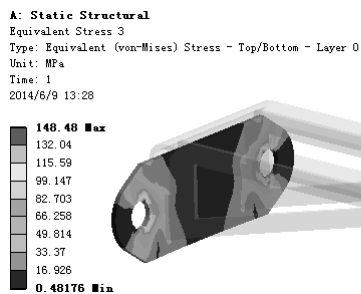

图 7.11.23 应力结果图解 (FIX-BOARD)
(5) 查看 FIX-BOARD 零件应力结果图解。在“Outline”窗口中选中  Equivalent Stress 3，查看图 7.11.23 所示的零件 FIX-BOARD 的应力结果，其最小应力为 0.48176 MPa，其最大应力为 148.48MPa。